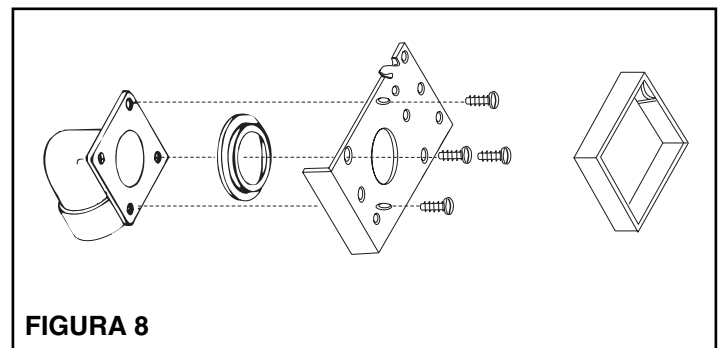

FIGURA 8
4. Véase la Figura 8. Quite el cartón del marco protector de yeso. Usando cuatro (4) de los tornillos proporcionados, sujete el accesorio con bridas y sellado de enchufe a la parte trasera del enchufe.